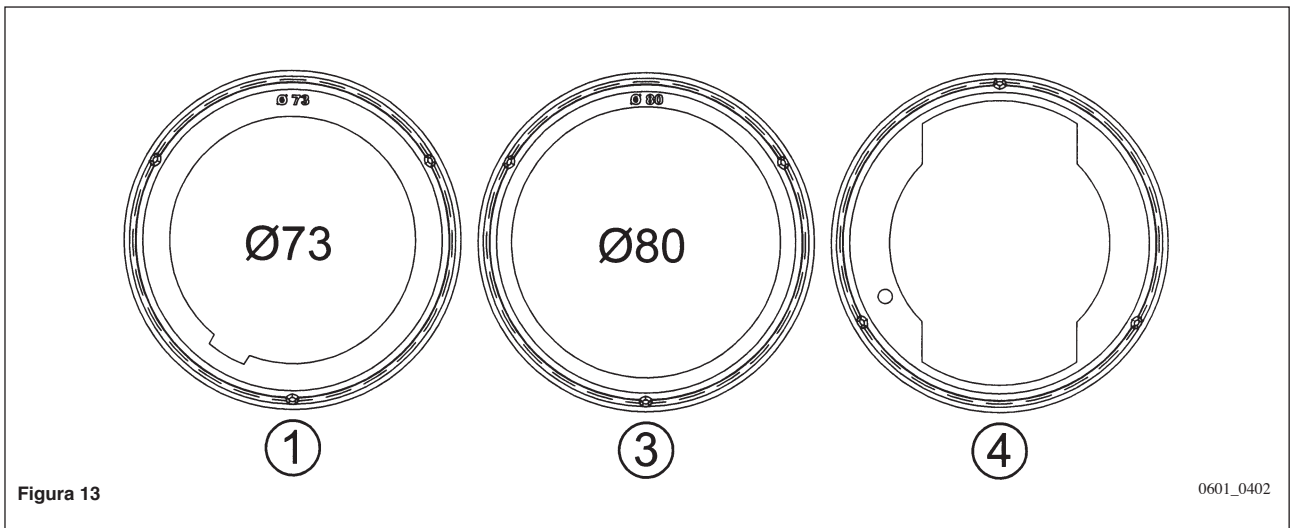

Figura 13
* Vedere figura 13.
LUNGHEZZA MAX (m)	DIAFRAMMA* (figura 13)